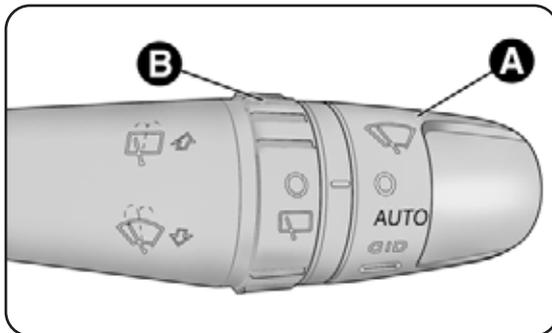

fig. 34
### LIMPA-VIDRO/LAVA-VIDRO fig. 34
O sensor activa-se rodando o aro A-fig. 34 para a posição “automática” (comando “AUTO”): deste modo obtém-se a regulação da frequência das batidas do limoa-bidro em função da quantidade de água presente no pábrabrisas. Esta frequência pode variar de nenhuma batida (chuva ausente - vidro seco) até à 2ª velocidade contínua (chuva intensa - vidro molhado).
Actuando no aro A-fig. 34 é possível variar a sensibilidade do sensor de chuva.
- variação da sensibilidade (rodando o aro A-fig. 34 para aumento ou diminuição).
Rodando o aro B-fig. 34 da posição **O** para a posição  acciona-se o limpa-óculo posterior de acordo com o seguinte: